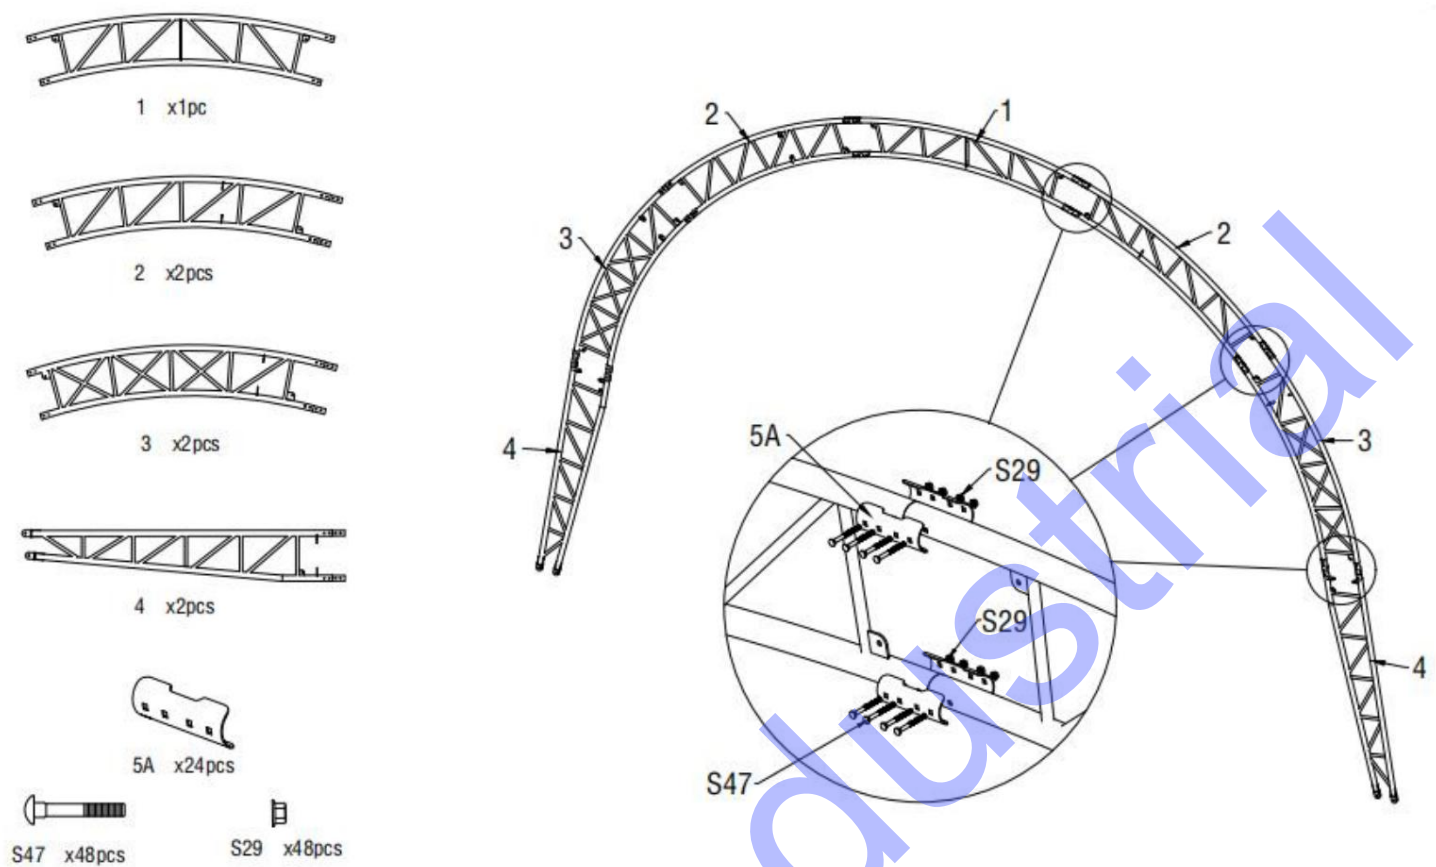

Figure 4
2. Comme illustré à la figure 4, repérez un tube de toit supérieur (n° 1), deux tubes de courbure supérieurs (n° 2), deux tubes de courbure centraux (n° 3) et deux tubes de courbure inférieurs (n° 4). Assemblez chaque arceau avec un boulon de carrosserie M8x70 (n° S47). N'installez PAS la vis sur le dessus de la ferme, là où reposera la toile.
Remarque : tube de toit supérieur, tube de courbure de toit et tube de courbure inférieur (n° 1A, 2A, 3 et 4A) qui sont soudés avec des plaques d'acier pour les portes avant et arrière sont différentes de l'arc central. (Figure 4)